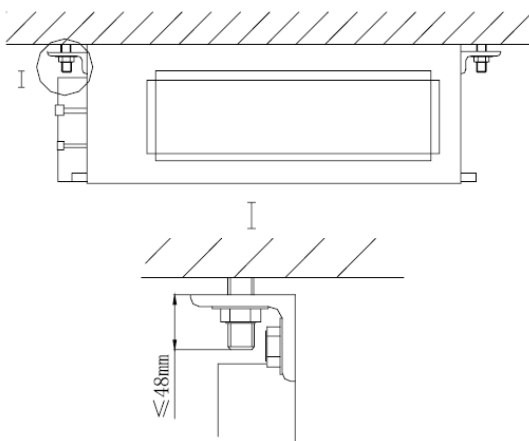

Рис. 5
- 3) Установите внутренний блок на потолок, как показано на рис. 5.